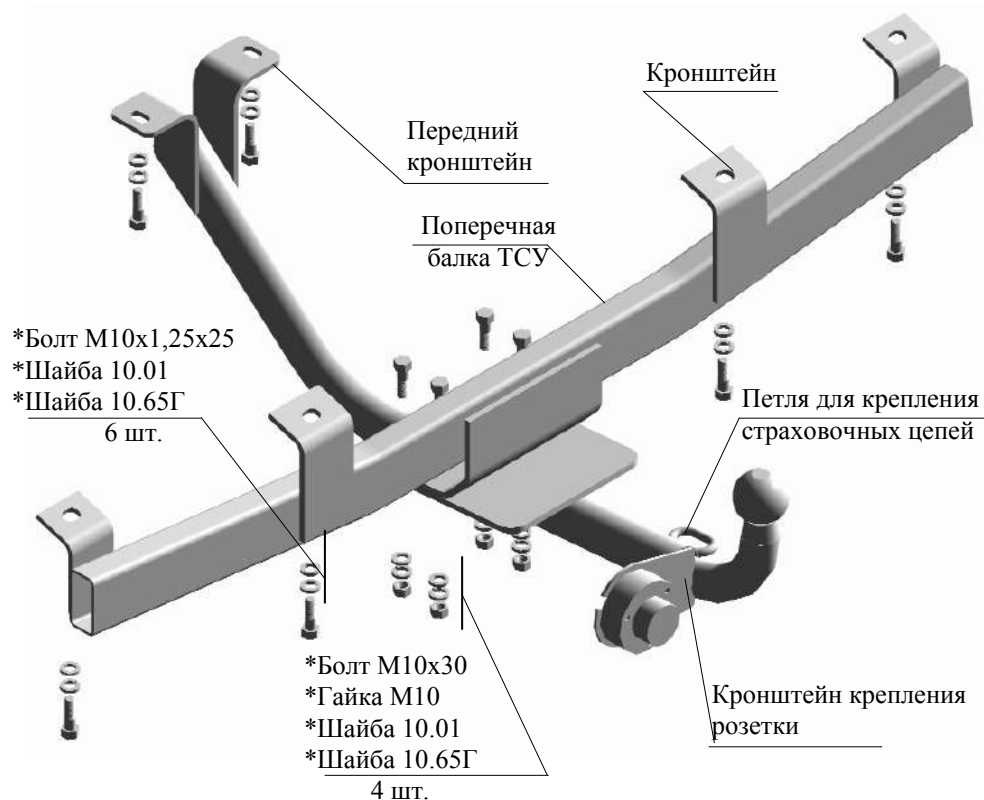

Рис.1 Тягово-сцепное устройство ТСУ 2123.Р
2.1 ТСУ 2123.P (2123.02.P) в сборе (рис.1)	1 шт.
2.2 Пакет с комплектующими (см. рис.1)	1 шт.
4.3Соединить продольную и поперечную балки ТСУ, используя болты М10х30, расположив крепеж в соответствии с рис.1.